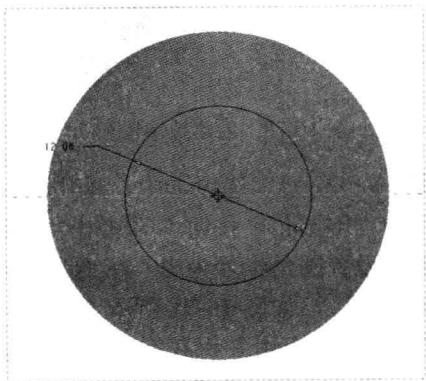

图 16-63 绘制截面 4
Step 07 采用与上同样的方法，使用“拉伸”命令，弹出“拉伸”选项卡，在绘图区选择合适的平面作为草绘平面，进入草绘环境；单击“草绘”选项卡中的相应按钮，绘制截面，如图 16-63 所示，单击“关闭”面板中的“确定”按钮 ，完成截面绘制并退出草绘环境。